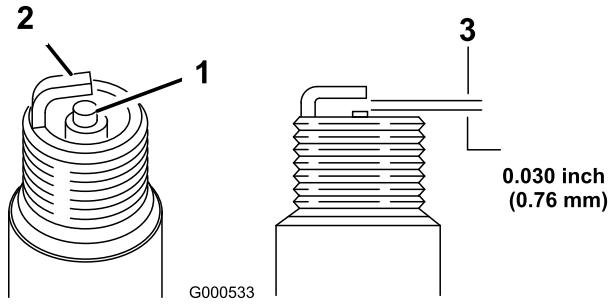

Bild 32
1. Sehen Sie sich die Mitte der Zündkerze(n) an (Bild 32). Wenn der Kerzenstein hellbraun oder grau ist, ist der Motor richtig eingestellt. Eine schwarze Schicht am Kerzenstein weist normalerweise auf einen schmutzigen Luftfilter hin.
2. Prüfen Sie den Abstand zwischen den mittleren und seitlichen Elektroden (Bild 32). Verbiegen Sie die seitliche Elektrode (Bild 32), wenn der Abstand nicht stimmt.